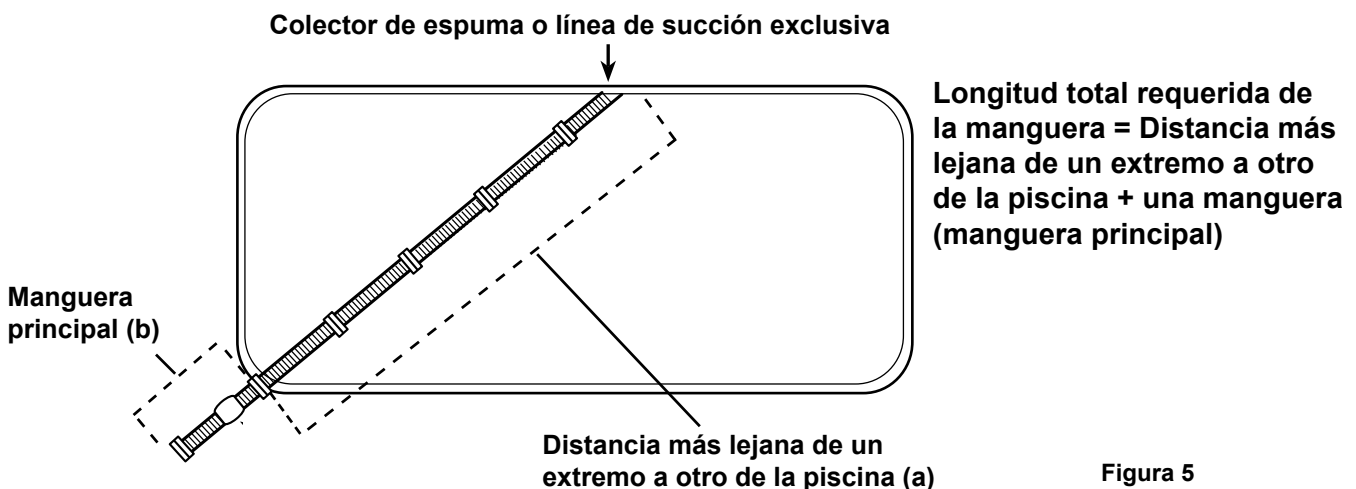

Figura 5
1. Mida la manguera para que apenas alcance el punto más lejano de la piscina desde el colector de espuma o la línea de succión exclusiva. Retire las secciones adicionales de la manguera, según sea necesario. Véase (a) en la Figura 5, abajo.
2. Luego, conecte la manguera principal al extremo donde se conectará el cabezal del limpiafondo. Véase (b) en la Figura 5, abajo. La longitud extra permite que el limpiafondo alcance los puntos más lejanos de la piscina si es que se forma un círculo mientras está en funcionamiento.